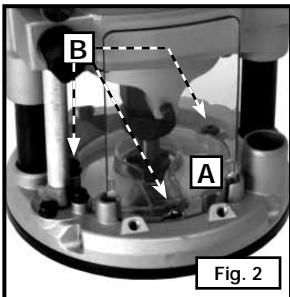

Fig. 2
1. Retirer le couvercle transparent anti-poussière (A), Fig. 2 et enlever les trois vis de montage (B) du couvercle transparent anti-poussière (tournevis à lame plate ou clé Torque T20).